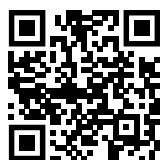

Fig. 173
- ▶ Öffnen sie das Liebherr SmartMonitoring Dashboard. (siehe Fig. 173)